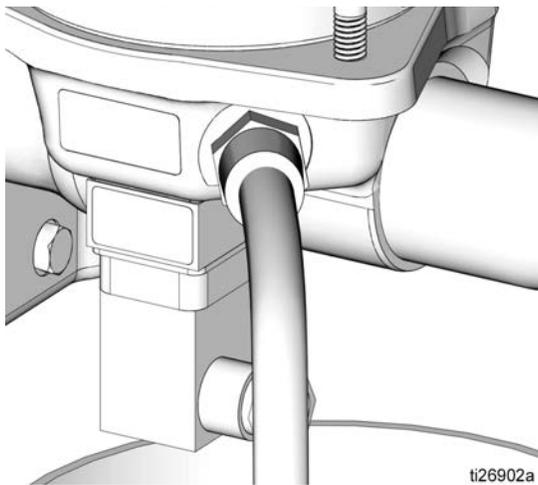

图 9
3. 关闭 **截止阀 (V)** 以关闭 **进油供应泵 / 系统 (DD)**。
5. 断开**供应管路 (G)** 与**泵出口 (E)** 的连接。
6. 从泵底座慢慢松开并拆下进油管路，将机油从泵中排出 (图 9)。